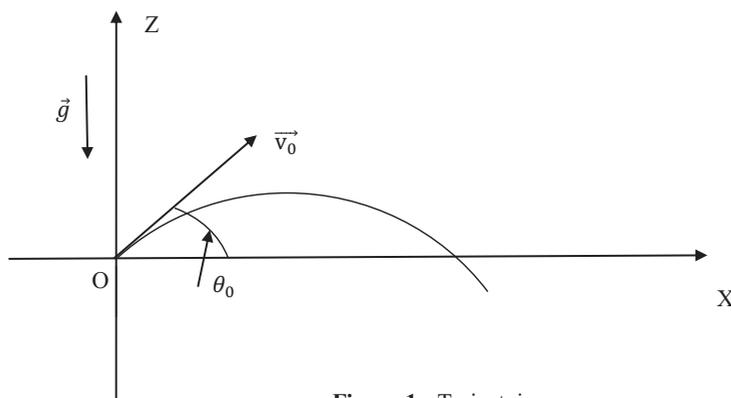

Figure 1 - Trajectoire
**Q3.** Projeter l'équation du mouvement sur la base cartésienne (**figure 1**, page 4). On note  $\theta$  l'angle de la vitesse  $\vec{v}$  avec le plan horizontal et  $\theta_0$  sa valeur à l'instant initial. On prend un repère tel que  $\vec{v}_0 = v_0(\cos \theta_0 \vec{i} + \sin \theta_0 \vec{j})$  et dont l'origine  $O$  est la position de la particule à l'instant initial.